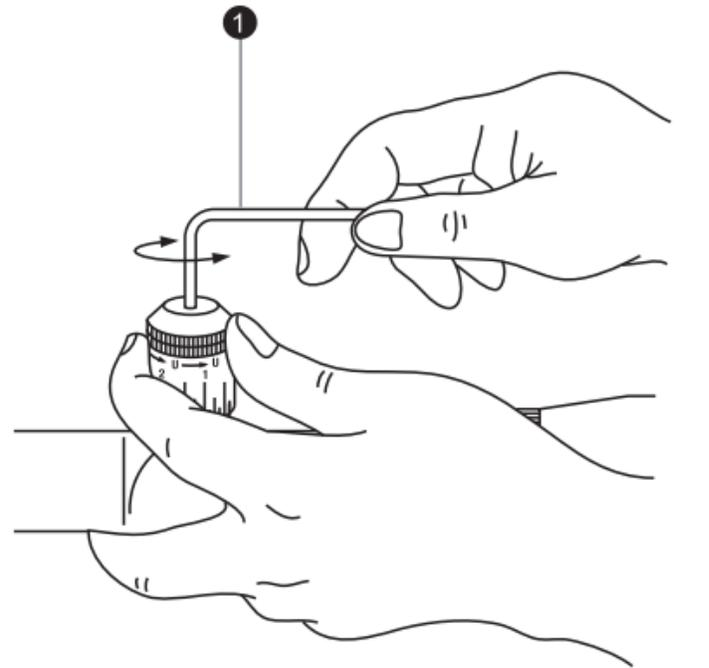

Fig. 3-1
Tout en tenant la tourelle avec les doigts pour éviter de fausser l'alignement de la bague graduée, dévissez dans le sens inverse des aiguilles d'une montre la vis située en haut de la tourelle à l'aide de la clé hexagonale fournie (1) jusqu'à ce qu'elle sorte. Puis retirez la tourelle (Fig. 3-1).